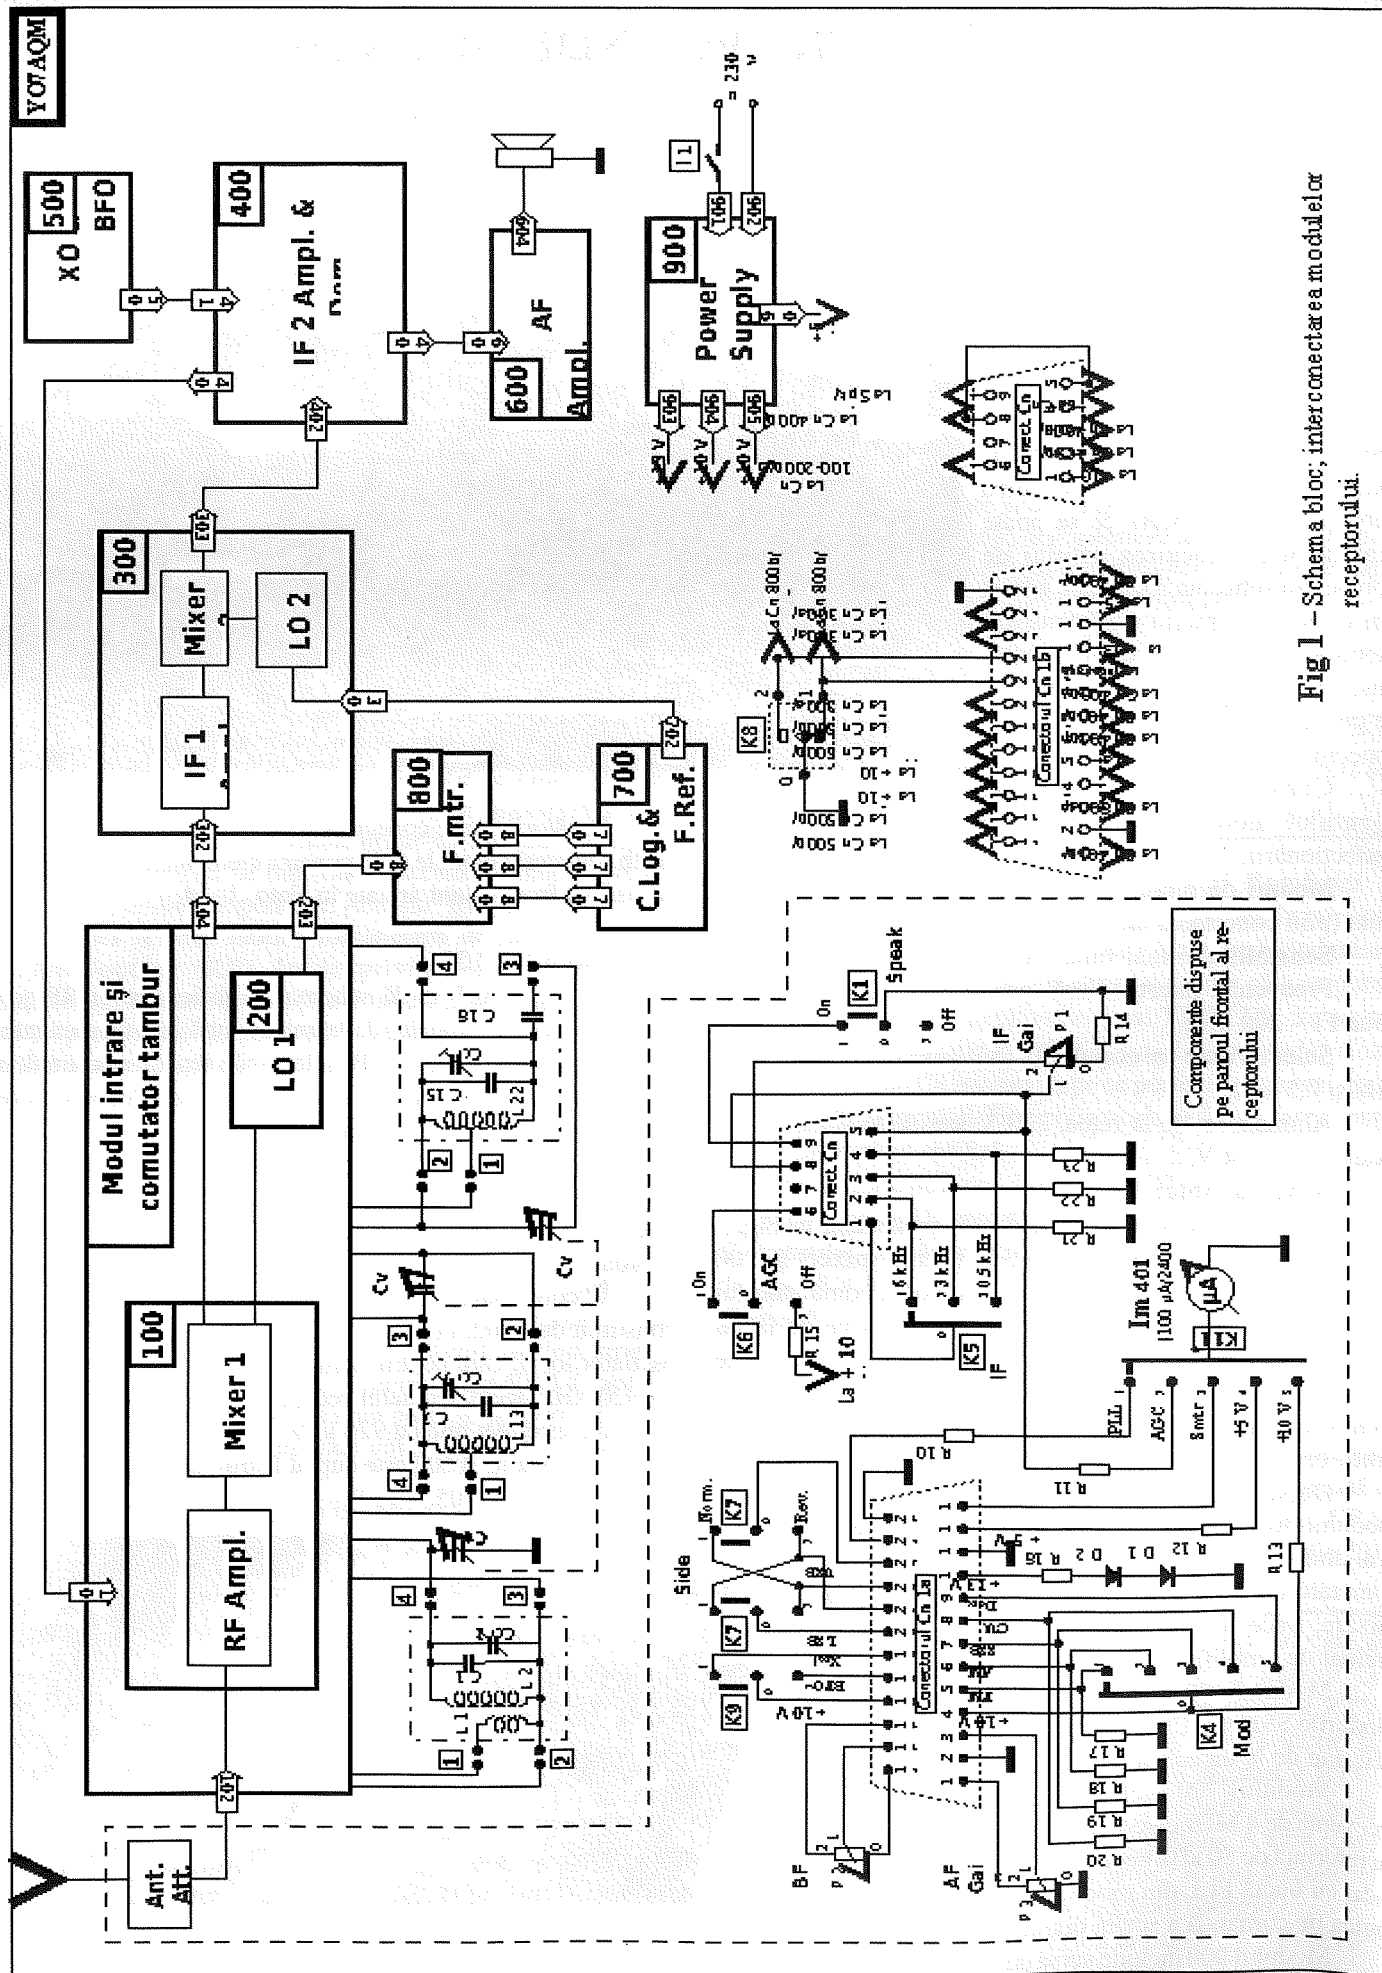

Fig 1 - Schema bloc, interconectarea modulului receptorului.
Comentariu: Din aceasta notă, aflăm că în anul 1947, "Marea Uniune Sovietică", la 30 de ani dela victoria Revoluției din Octombrie 1917, la capitolul industrie radioelectronică, era la nivelul fabricării în producție de masă, pentru "fericirea" multelor milioane de țărani colhoznici, a unui radioreceptor cu simplă detecție (o... "galena"), într-o cutie de lemn. De altfel, în anul 1948, tot "ajutând România" (chiar împotriva voinței acesteia), îi va vinde (probabil printr-un troc cu cereale) și țării noastre "licența" de fabricație a acestui "minunat aparat", precum și piesele componente. Aceasta "galena" (fig.1 și 2) va fi fabricată la noua fabrică românească de radioreceptoare, Radio-Popular (RP). În ce privește cel de-al doilea radioreceptor, acesta nu era cu 7 tuburi electronice, ci numai cu 5 (poate s-a considerat că 2 tuburi erau ...duble!), și era vorba despre "Rekord - 47", un receptor de clasa inferioară, popular, cu UL și UM, cu scala circulară, cu bobine pe carcase de carton, și a cărui licență va fi și ea "cumprată" de RP și fabricată în 1949 sub denumirea de "Record-S49U".
Schema bloc a receptorului este prezentată în Fig.1. Modulele 100 (amplificatorul RF și primul mixer) și 200 (primul oscilator local) sunt dispuse în blocul comutatorului tambur arătat în Foto.3 și 4. Acest bloc provine de la un receptor militar EKD fabricat în fosta RDG și include comutatorul tambur cu șase poziții, un condensator variabil cu trei secțiuni 10÷80 pF și sistemul de demultiplicare pentru acord brut (1/11) și fin (1/680).
Înfășurările pe asemenea ferite au un răspuns în frecvență ca în exemplul din Fig.1.
În toate cazurile cele două componente ale permeabilității variază cu frecvența total diferit una de alta, iar consecința (pentru două tipuri de ferită cu permeabilitate mare) se poate vedea în Fig.1 și Fig.2.
Să revenim pentru unele explicații la curbele din Fig.1:
Pe curbele din Fig.1 probabil "Fcr" se găsește undeva în zona în care începe să scadă inductanța (aproximativ 300 kHz.).